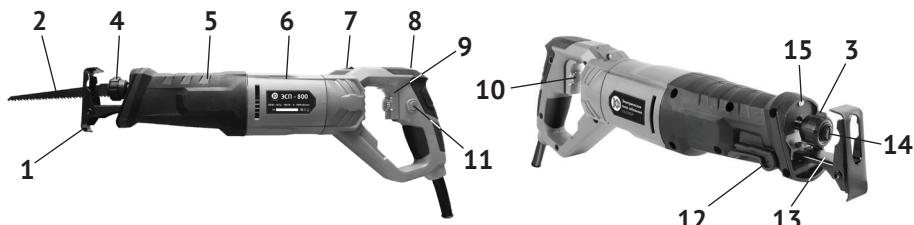

рис. 1
1.6 Общий вид пилы представлен на рис.1
1.7 Однофазный коллекторный двигатель расположен в пластиковом корпусе (рис.1 поз.6). Сзади к корпусу двигателя крепится рукоятка управления (рис.1 поз.8), состоящая из двух половин (правой и левой). Рукоятка имеет механизм, обеспечивающий её поворот на 90° вправо или влево от вертикального положения, для удобства работы в различных условиях.
Крутящий момент с якоря электродвигателя преобразуется шестернёй и кривошипно-шатунным механизмом в возвратно-поступательное движение штока. На стволе штока смонтирован быстрозажимной патрон (рис.1 поз.4) для крепления в пилодержателе (рис.1 поз.14) пильных полотен (рис.1 поз.2). Рабочим инструментом пилы являются пильные полотна с универсальным хвостовиком - 1/2", для резки заготовок из различных материалов.
Редуктор и шток закрыты пластиковым корпусом (рис.1 поз.5), состоящим из двух половин (правой и левой). В нижней части корпуса редуктора крепится суппорт (рис.1 поз.13) с закреплённым на нём упором (подошвой, башмаком). Рычаг фиксации суппорта (рис.1 поз.12), расположенный на правой половине корпуса редуктора (рис.1 поз.5), позволяет быстро изменить положение упора (рис.1 поз.1) относительно пилодержателя (рис.1 поз.14). Упор (рис.1 поз.1) при пиления выполняет две функции: служит опорой инструмента на заготовке, является ограничителем длины режущей части пильного полотна.
1.8 Клавиша выключателя (рис.1 поз.9) расположена в передней части рукоятки. Включение пилы осуществляется нажатием на клавишу выключателя указательным пальцем. Усилие, приложенное к клавише, изменяет скорость хода пилки от 0 до максимума, установленного регулятором скорости. Фиксация клавиши в рабочем
положении, осуществляется кнопкой (рис.1 поз.11), расположенной слева на рукоятке. При повторном нажатии на клавишу, кнопка фиксации и клавиша (со щелчком) возвращается в исходное положение - выключено.
Диск регулятора скорости (рис.1 поз.10) встроен в клавишу выключателя. С его помощью устанавливается необходимая скорость хода пильного полотна. Стрелки на диске регулятора, указывают на увеличение или уменьшение максимальной скорости хода пильного полотна.
1.9 Сверху, в торце корпуса редуктора, расположен светодиод (рис.1 поз.15), обеспечивающий локальную подсветку рабочей области. Подсветка включается сразу после подключения инструмента к сети питания.
При выборе скорости движения пильного полотна необходимо оценить материал заготовки. Чем твёрже распиливаемый материал, тем ниже скорость, устанавливаемая диском регулятора (рис.1 поз.10).
- ослабить шестигранным ключом (входит в комплект поставки) два винта в нижней части протектора (рис.1 поз.8);